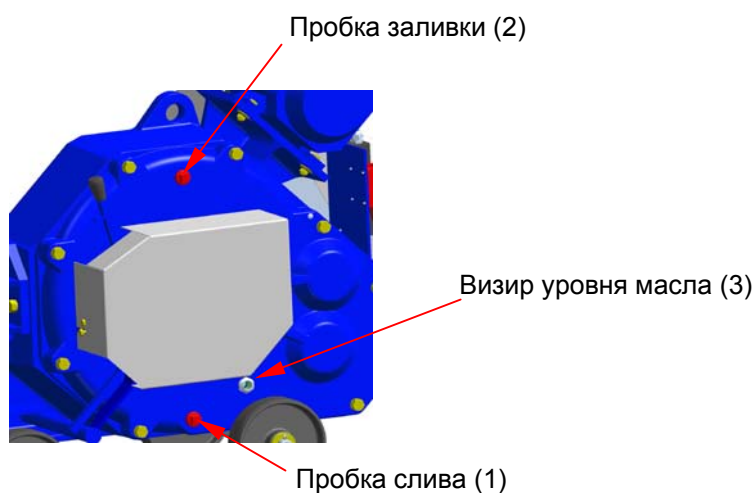

Рис. 6-5 Элементы контроля масла
- Слить смазочное масло. Через пробку слива, расположенную в нижней части корпуса, собрать масло в подходящий для этого контейнер (Рис. 6-5).